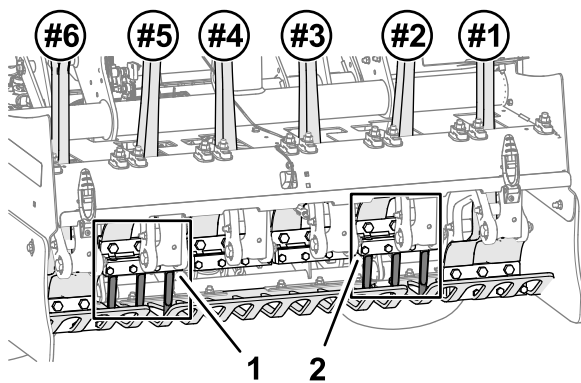
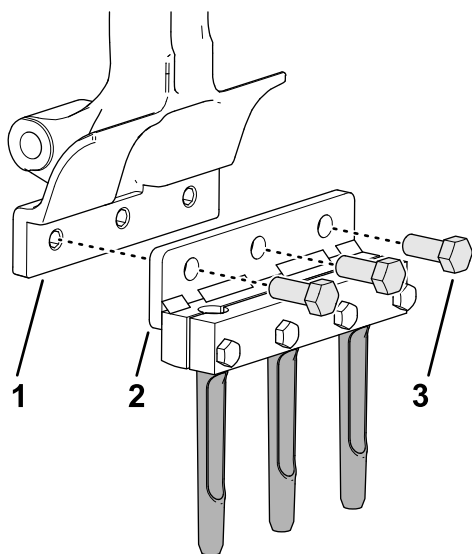

Figure 42
Figure 43
1. Fixez légèrement le porte-louchets et les louchets sur le bras d'aération n° 2 (Figure 42 et Figure 43) à l'aide de 3 boulons ($\frac{1}{2}$ " x $1\frac{1}{4}$ ").